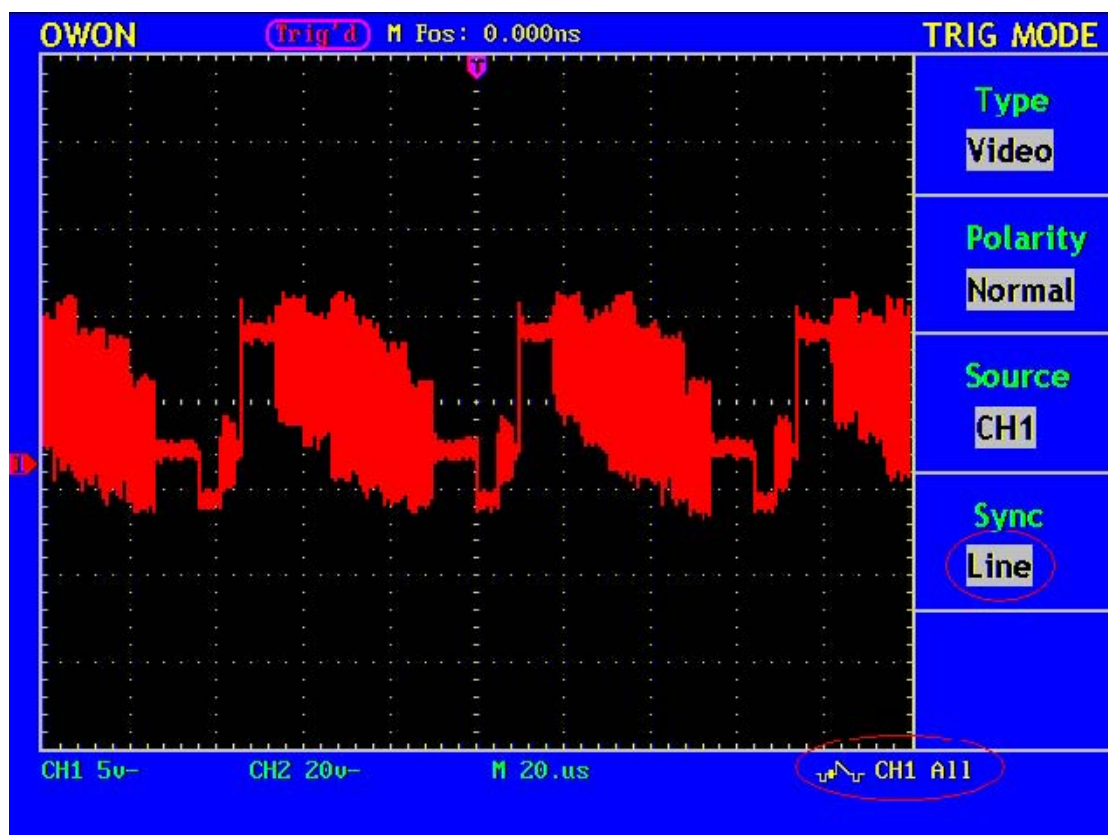

Рисунок 32. Осциллограмма, полученная при запуске по строчному синхроимпульсу
6. Нажмите снова на кнопку **F4** и выберите и выберите запуск по строчному синхроимпульсу “Line”. Вид экрана при этом показан на рис. 32.